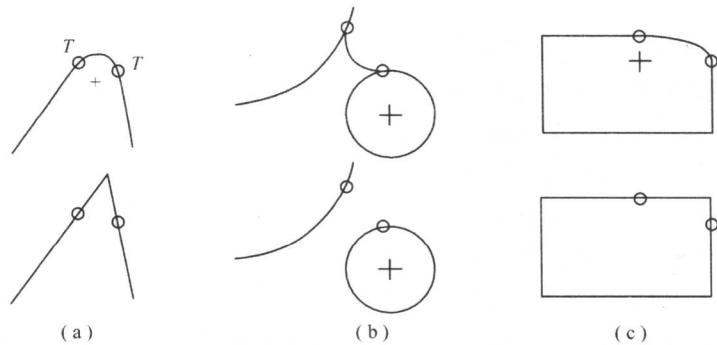

图 2-9 倒圆角操作
(2)用鼠标左键单击 工具按钮,在绘图区内分别选择两条相交的直线,即生成圆角,并同时对圆角所在的两条直线进行修剪,如图 2-9(a)倒圆角。倒圆角的半径由距离尖角位置较近的选择点决定。除了在直线之间形成圆角之外,该命令还可以应用于直线、圆弧和样条曲线之间。选择图 2-9(b)中的圆和圆弧倒圆角,圆角的位置和半径与鼠标单击点有关,圆和圆弧之间倒圆角不进行修剪。
(3) 工具按钮是椭圆形倒圆角命令,图 2-9(c)显示了使用该命令倒圆角的结果,鼠标单击位置决定了椭圆形圆角的形状,椭圆形圆角同样适用于直线、圆弧和样条曲线之间的倒圆角。